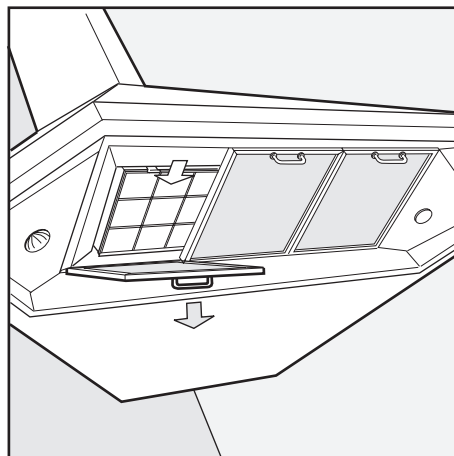

Fig. 3
Otez les trois filtres à graisse en poussant les poignées d'abord vers l'arrière puis vers le bas (fig. 3).
- Pour le démonter, poussez-le d'abord vers l'arrière de l'appareil et sortez-le par le bas (fig. 3).
Pour l'enlever, appuyez sur les deux touches rouges B et tirez-le par le bas (fig. 3).